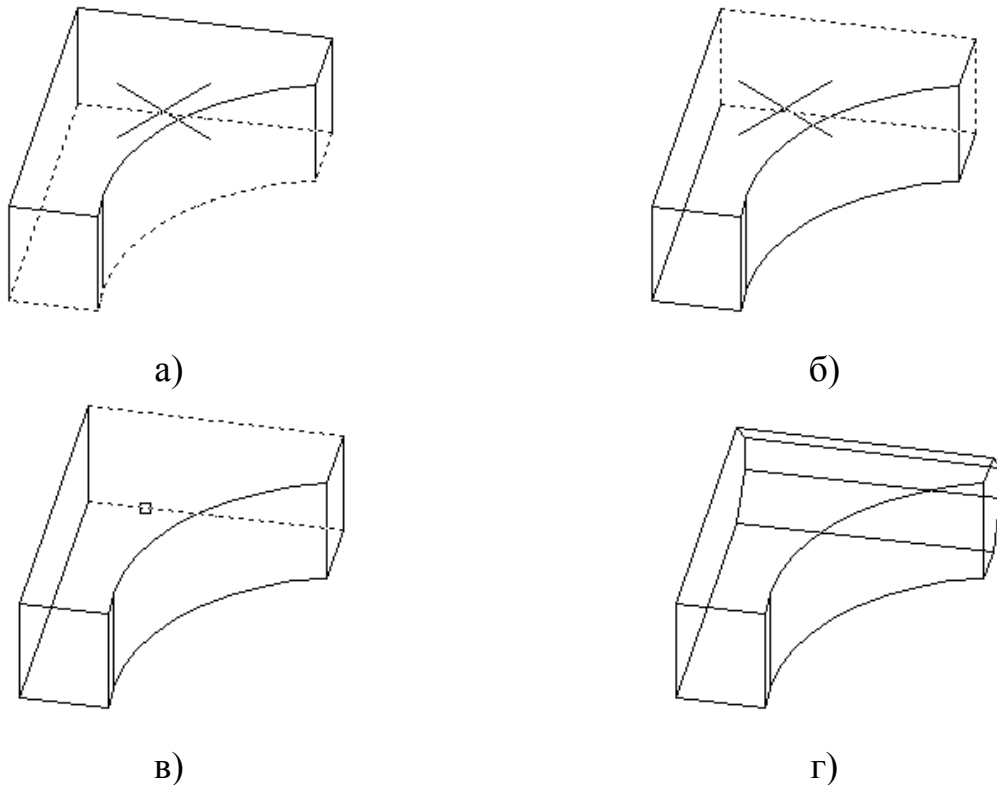

Рис. 4.2
4.2. Побудова фасок граней простих 3М тіл (рис. 4.2).